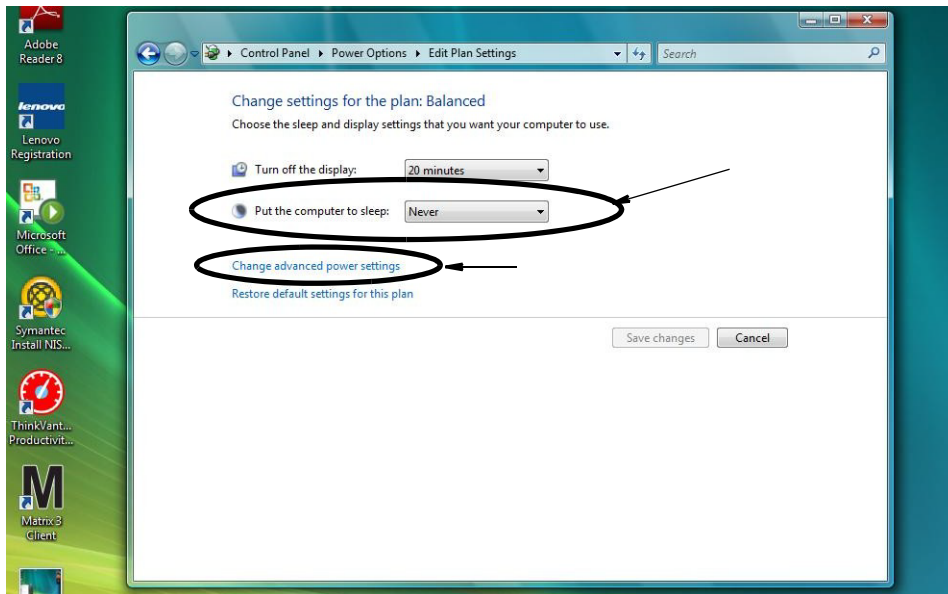

图 35
4. 将“使计算机进入睡眠状态”字段更改到“从不”。然后选择“更改高级电源设置”（图 35）。